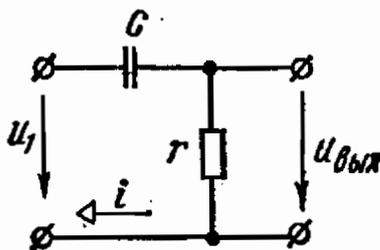

Рис. 3.30
3.30. Как изменится напряжение на выходе схемы рис. 3.30, если частоту питающего источника увеличить с 50 до 500 Гц? Напряжение на входе и параметры схемы заданы равными: $U_1 = 127$ В, $r = 10$ Ом, $C = 319$ мкФ.
б) Для схемы рис. 3.30 решение аналогично: